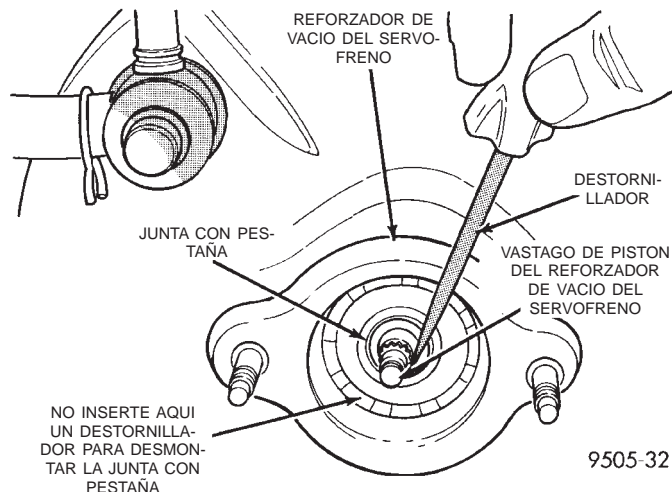

Fig. 27 Desmontaje de la junta de vacío del reforzador vacío
(9) Retire la junta de vacío (Fig. 27) situada en la parte delantera del reforzador de vacío del servofreno. La junta de vacío se retira insertando **con sumo cuidado** un pequeño destornillador entre el vástago de pistón del reforzador de vacío del servofreno y la junta de vacío (Fig. 27) y extrayendo con una palanca la junta del reforzador de vacío del servofreno. **No intente extraer con una palanca la junta del cilindro maestro, insertando una herramienta entre la junta y el reforzador de vacío del servofreno.**